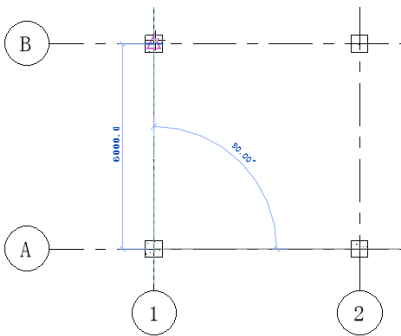
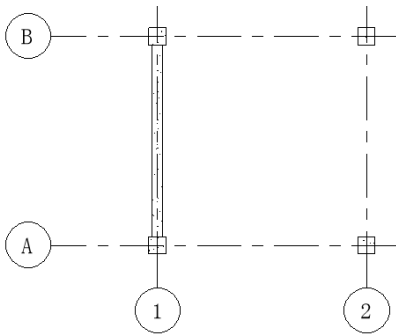

图 6-6 指定梁的中点
图 6-7 绘制梁
(9) 移动鼠标指针，将捕捉到其他结构图元（例如柱的质心或墙的中心线），状态栏将显示鼠标指针的捕捉位置，这里捕捉另一柱的中心，如图 6-6 所示。若要在绘制时指定梁的精确长度，在起点处单击鼠标左键，然后按其延伸的方向移动鼠标指针。键入所需长度，然后按 Enter 键以放置梁，如图 6-7 所示。